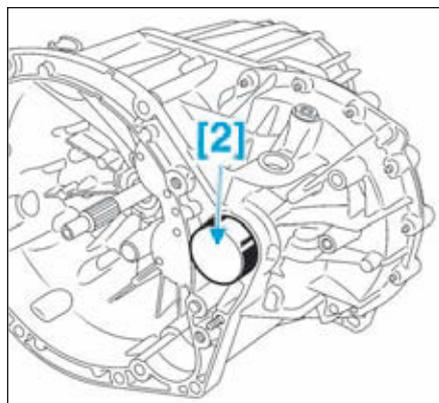

FIG.3
- A l'aide de l'outil [2], remplacer le joint de sortie de différentiel (Fig.3).